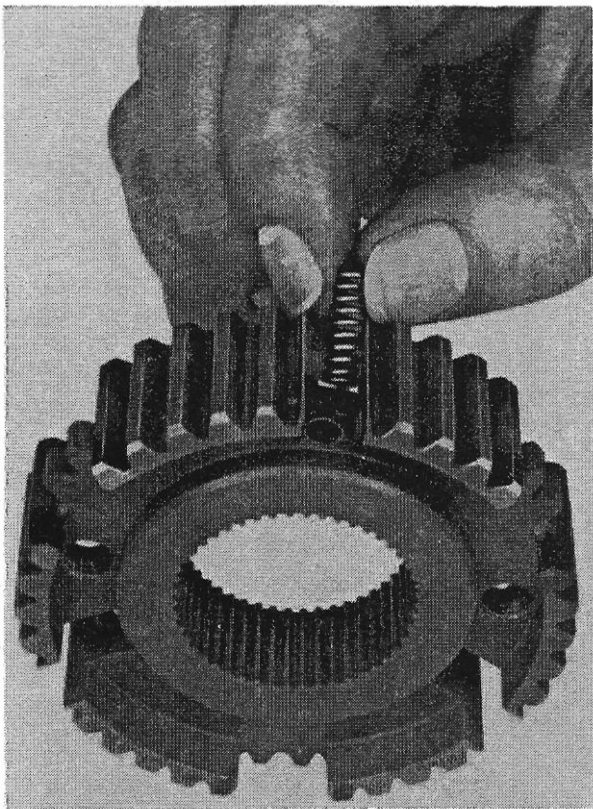

Abb. 22
a) Je 1 Druckfeder (405) mit Fett in die Bohrungen des Synchronkörpers (407 und 416) kleben (Abb. 22).